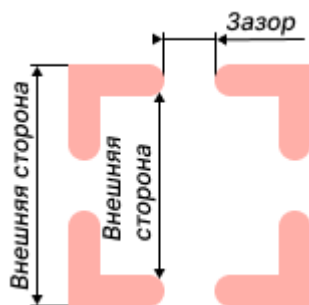

Рис. 207 Параметры апертуры
- Внешняя сторона – значение может быть задано в диапазоне 0,01 – 100 мм с шагом 0,1 мм, см. Рис. 207.